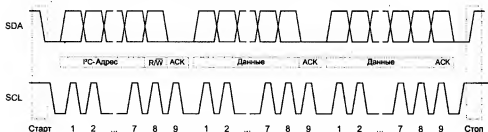

Рис. 13.1. Последовательность передачи по шине I²C
указание направления передачи данных осуществляется посредством последнего бита чтения/записи в переданном байте адреса. При установке этого бита на высокий логический уровень данные должны считываться из ведомого устройства (R). Если же данные должны передаваться на ведомое устройство, то бит устанавливается на низкий уровень (\bar{W}). Когда ведомое устройство, декодировав адрес, определяет, что было обращение именно к нему, то оно подтверждает правильное получение адреса, передавая следующий бит подтверждения ACK (Acknowledge) низкого логического уровня (ACK = 0). Затем в большинстве случаев в микросхему передается внутренний адрес того или иного регистра. После этого передаются данные, которые должны быть записаны в указанный регистр, или наоборот считываются из этого регистра. На рис. 13.1 представлен пример последовательности передачи.